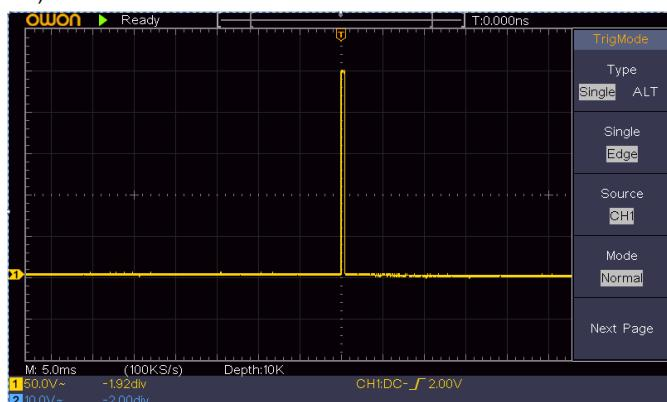

Рисунок 6.3. Обнаружение одиночного сигнала
- 12) Проверьте индикатор состояния запуска вверху дисплея. Если его состояние отличается от Ready, нажмите кнопку Run/Stop, чтобы начать сбор данных и ожидайте события запуска. Если сигнал достигнет уровня запуска, будут собраны данные для построения осциллограммы, которая отобразится на дисплее. С помощью такого подхода легко обнаружить случайный импульс. Например, если требуется обнаружить всплеск с высокой амплитудой, установите уровень запуска несколько выше, чем средний уровень сигнала, нажмите кнопку Run/Stop и ожидайте события запуска. При возникновении всплеска прибор автоматически запустит формирование осциллограммы. Поворотом регулятора «Scale» в поле «Horizontal» в области управления горизонтальной шкалой вы можете менять позицию запуска по горизонтали, чтобы внести отрицательную задержку, что позволит легко увидеть участок осциллограммы до момента всплеска (см. рисунок 6.3).